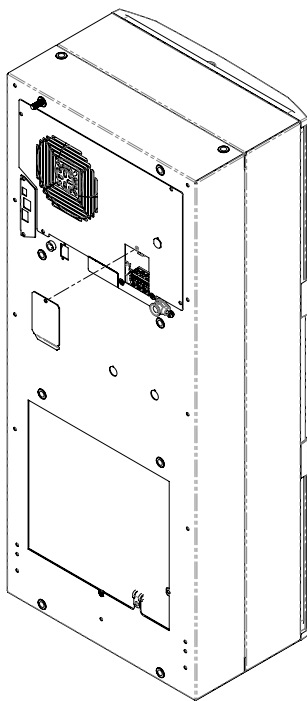

Figure 9
1. 蒸発器アクセスパネルのネジを緩め、電源アクセスパネルを取り外してください。図9を参照してください。